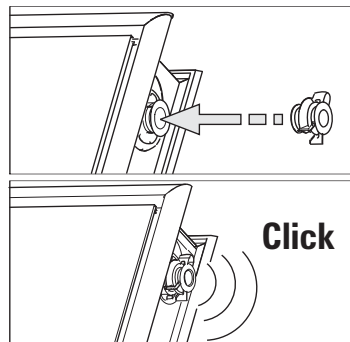

Bild 3-30 Endstopfen einstecken
4. Endstopfen in die noch offenen Kollektoranschlussrohre einstecken, bis die Halteklammern einrasten (Bild 3-30).